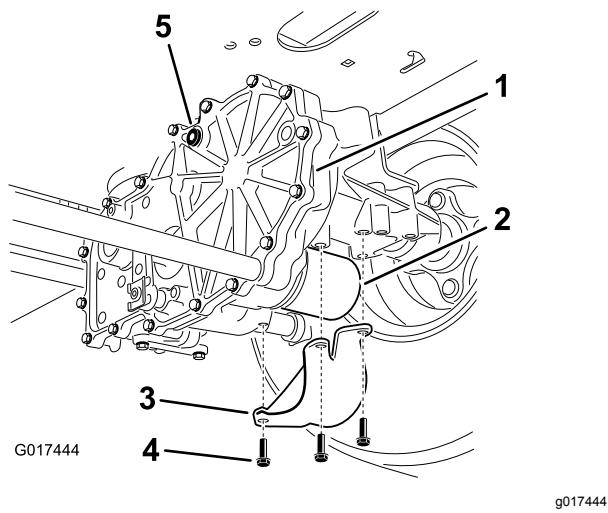

Figura 72
4. Localice el filtro y los protectores de cada sistema de tracción del transeje (Figura 72).
5. Retire los 3 tornillos que sujetan el protector del filtro, y retire el protector (Figura 72).